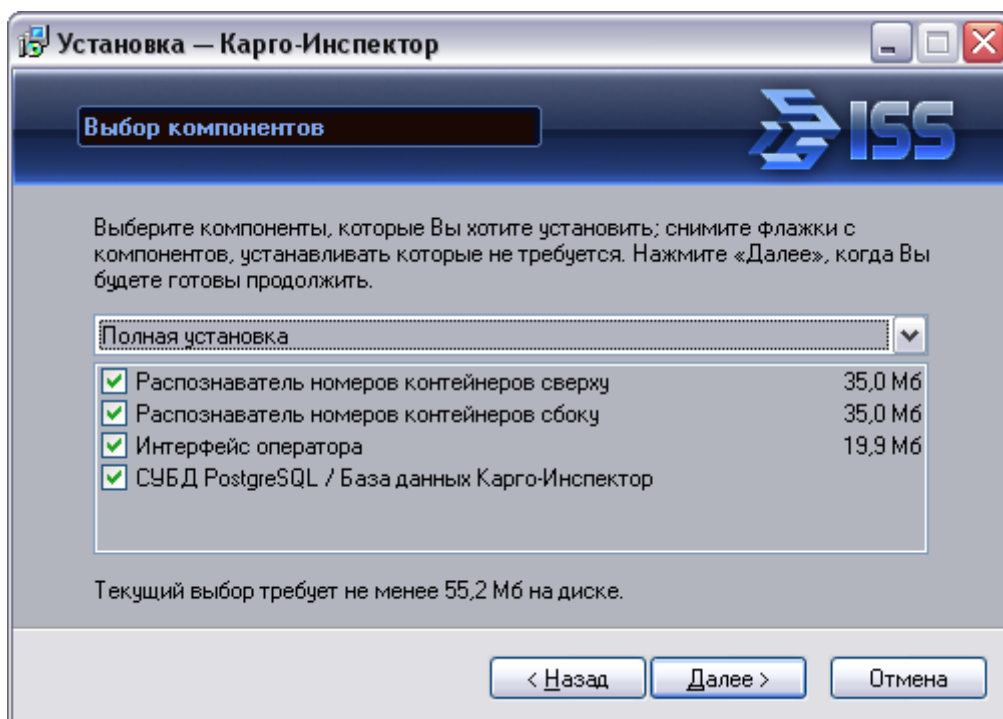

Рис. 5. Выбор режима установки и компонентов Модуля
3. Выберите один из следующих режимов установки Модуля (см. рис. 5):
5. Если на компьютере обнаружена указанная в п. 4 база данных, то появится окно инициализации базы данных (рис. 5), в противном случае см. п. 6.